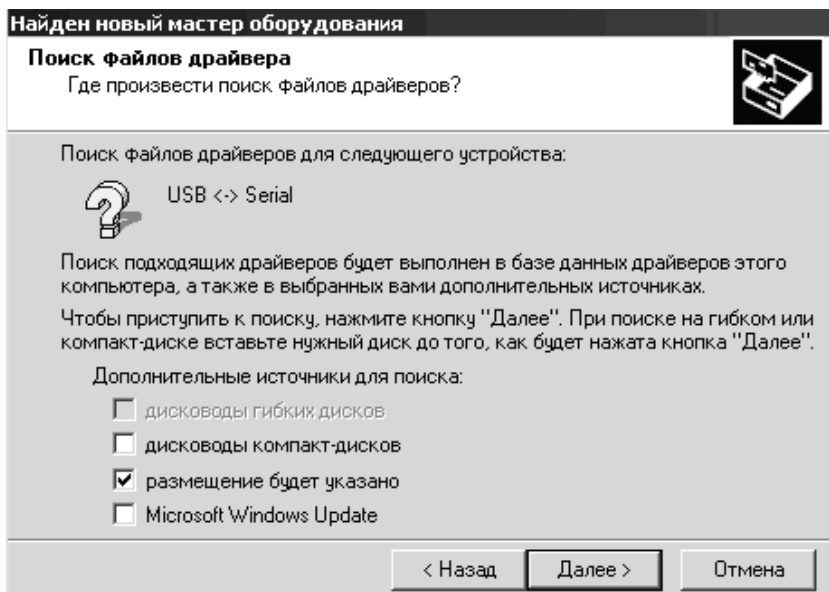

Рисунок 8 – Выбор места поиска драйвера
2) В окне «Поиск файлов драйвера» поставьте флаг ☒ в строке «размещение будет указано» (см. рисунок 8).